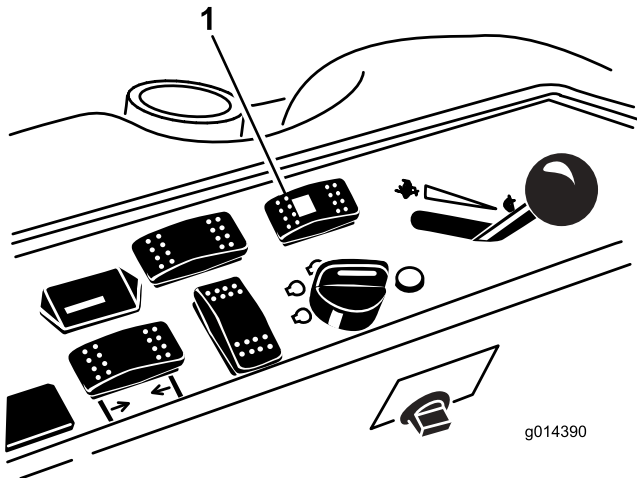

Bild 41
1. Drücken Sie den Lenkwahlschalter in die Rückwärtsposition (Vierradlenkung) (Bild 41).